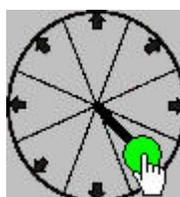

Рисунок 11 — Поворот камеры
- **Поворот телеметрического приемника:** для поворота телеметрического приемника нажмите левую кнопку мыши на кнопку джойстика (зеленый круг в центре) и, не отпуская круг, переместите его в нужном направлении до тех пор, пока камера не повернется в нужную позицию (рисунок 11).